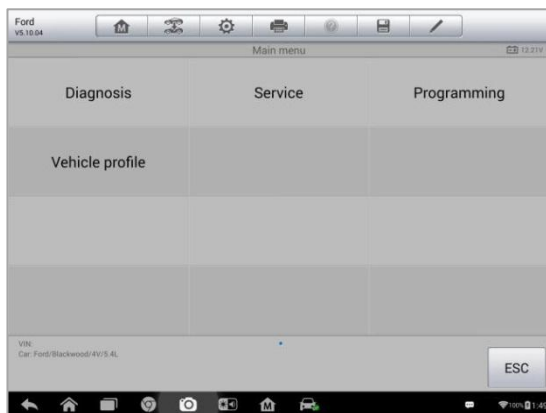

Figura 4-2 Pantalla de Diagnóstico de Vehículo
5. Toque en **Hecho**. El vehículo será identificado en unos pocos segundos, y una vez que el **emparejamiento sea** éxito, el sistema le guiará a la pantalla de Diagnóstico del vehículo directamente. (*Figura 4-2*)
La pantalla de Diagnóstico del vehículo (*Figura 4-2*) tiene 2 opciones principales: